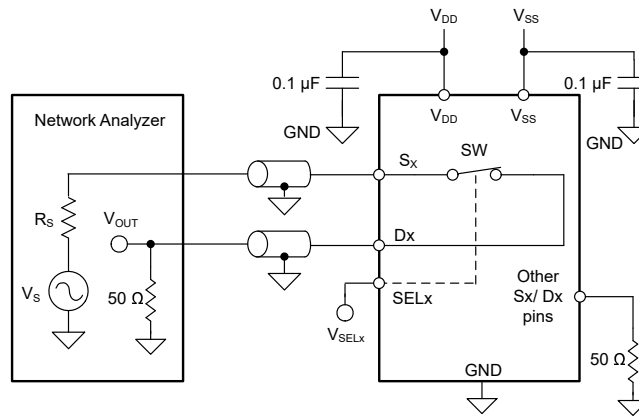

図 7-8. 帯域幅測定時の設定
帯域幅 (BW) は、入力をオンチャネルのソース ピン (S_x) に印加し、出力がドレイン ピン (D_x) で測定された場合に減衰量が 3dB 未満である周波数の範囲として定義されます。図 7-8 および式 3 に、スイッチの帯域幅を測定する際の設定を示します。